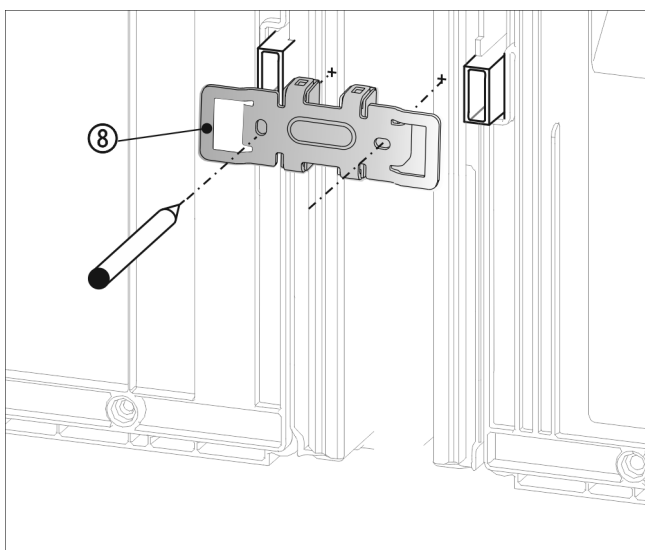

Fig. 21
- Pousser l'équerre Fig. 21 (8) avec les cavités sur le logement des supports d'espacement muraux.